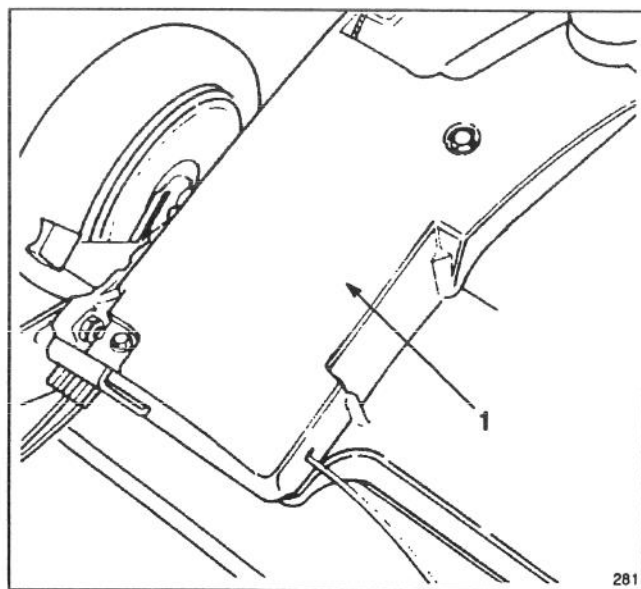

Figure 30
6. Retirer les boulons de fixation de la garde de la courroie (Fig. 30), sur le carter de la tondeuse. Soulever la garde et brosser tous les débris accumulés dans cette zone. Replacer la garde.